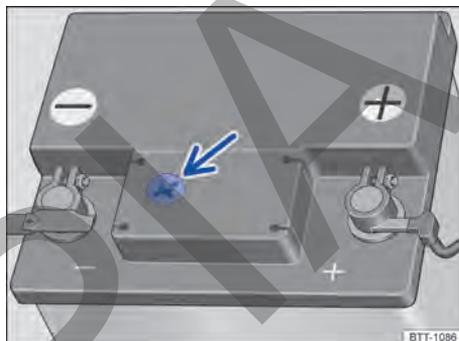

Fig. 156 Mirilla en la parte superior de la batería de 12 voltios (representación esquemática).
- Procure disponer de buena iluminación para poder distinguir bien el indicador de color en la mirilla redonda de la parte superior de la batería de 12 voltios → fig. 156. No utilice nunca una llama desprotegida u objetos incandescentes para alumbrarse.